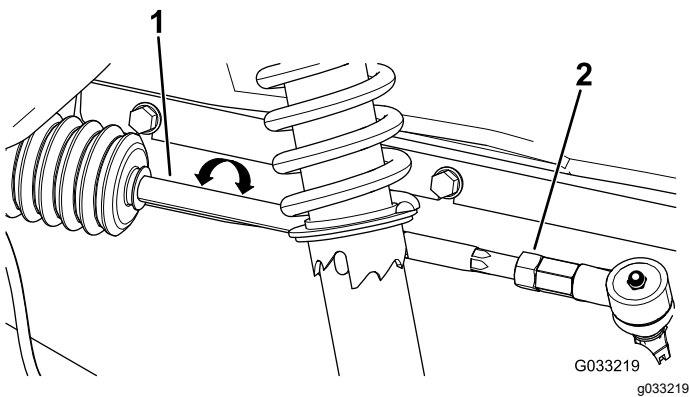

Bild 58
2. Wenn der Wert nicht zwischen 0-6 mm liegt, lösen Sie die Klemmmuttern am äußeren Ende der Spurstangen (**Bild 58**).